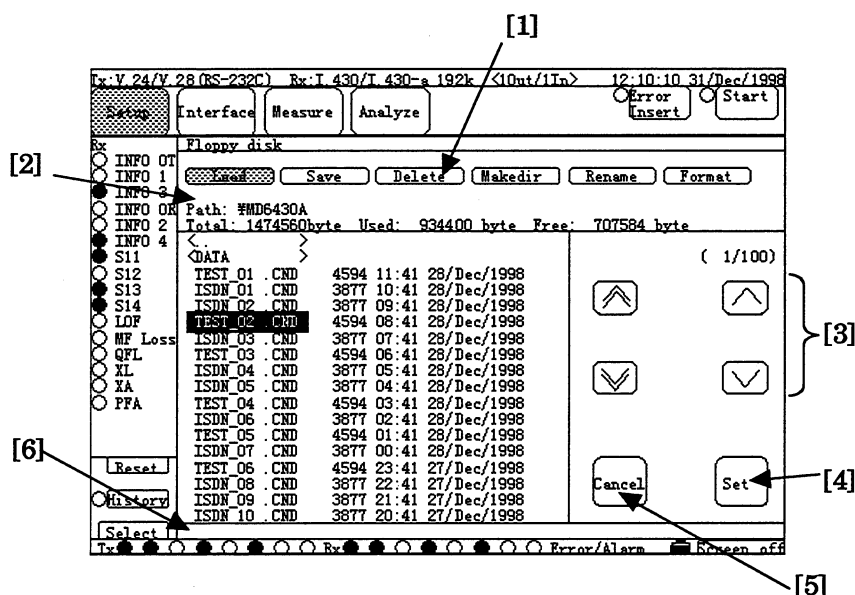

図 6.4-6 Setup:Floppy disk 画面
2. Setup:Floppy disk 画面に切り替えます。"Delete"ボタン(図 6.4-6,[1])を押します。
3. 機能表示部(図 6.4-6,[2])に"Delete"と表示されます。一覧表示されているファイルから、カーソルボタン(図 6.4-6,[3])を操作し、"Set"ボタン(図 6.4-6,[4])を押します。
- 機能表示部(図 6.4-6,[2])に"Delete"もしくは、"Rename"と表示され、ファイルが一覧表示されている状態の画面ではカーソルボタン(図 6.4-6,[3]), "Set"ボタン(図 6.4-6,[4]), "Cancel"ボタン(図 6.4-6,[5])以外のボタンを操作することはできません。"Cancel"ボタン(図 6.4-6,[5])を押してから他の操作を行ってください。
5. メッセージ表示部(図 6.4-6,[2])から「Now executing...」の表示が消えると、FD からファイルが消去されます。
- メッセージ表示部(図 6.4-6,[2])に「Now executing...」が表示されている間は、フロッピーディスクを取り出さないでください。フロッピーディスクが破損します。